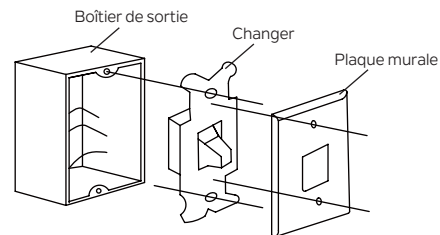

Fig. 15
Étape 1. Retirez la plaque murale existante et l'interrupteur de la boîte de prise murale. Débranchez les fils de l'interrupteur existant. (Fig. 15)